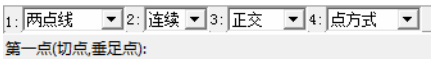

图 4-103 直线立即菜单选项
2) 选择下拉菜单“绘图”→“直线”命令，或者单击“绘图工具”工具栏上的“直线”按钮，设置立即菜单选项为“连续”和“正交”，如图 4-103 所示。